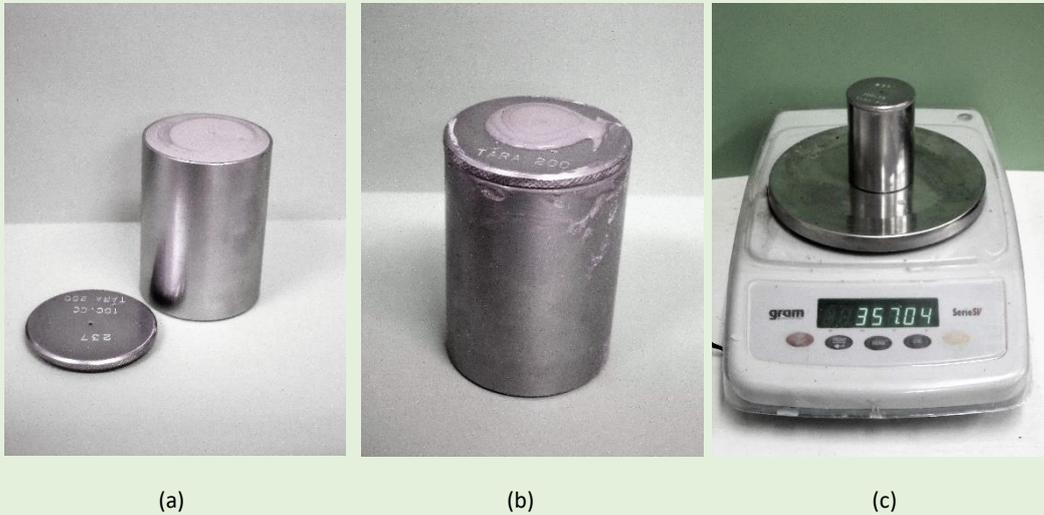

Figura 3. Procedimiento de medida de la densidad con picnómetro de líquidos.
- Se llena el picnómetro con la barbotina (figura 3(a)), se tapa con cuidado (figura 3(b) porque suele salir un poco de barbotina por el pequeño orificio y se limpia.
- Se pesa la barbotina (figura 3(c)), descontando del peso total la tara del picnómetro.